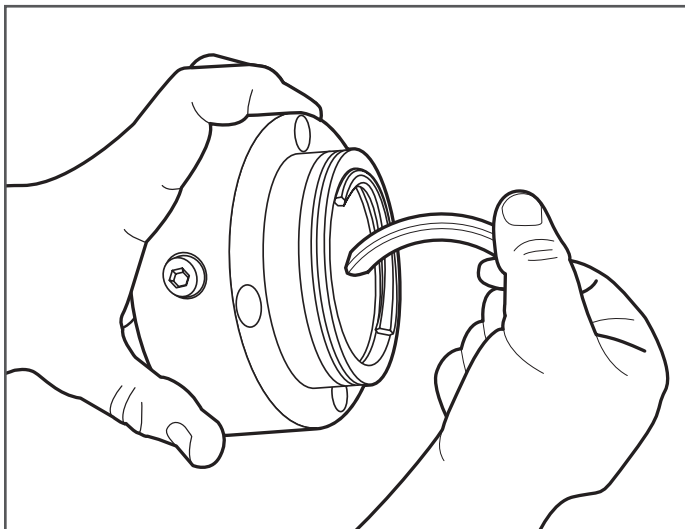

Figure 7-12
13. Retirez les anneaux fendus de la partie centrale du raccord DoubleTrac® (Figure 7-12).